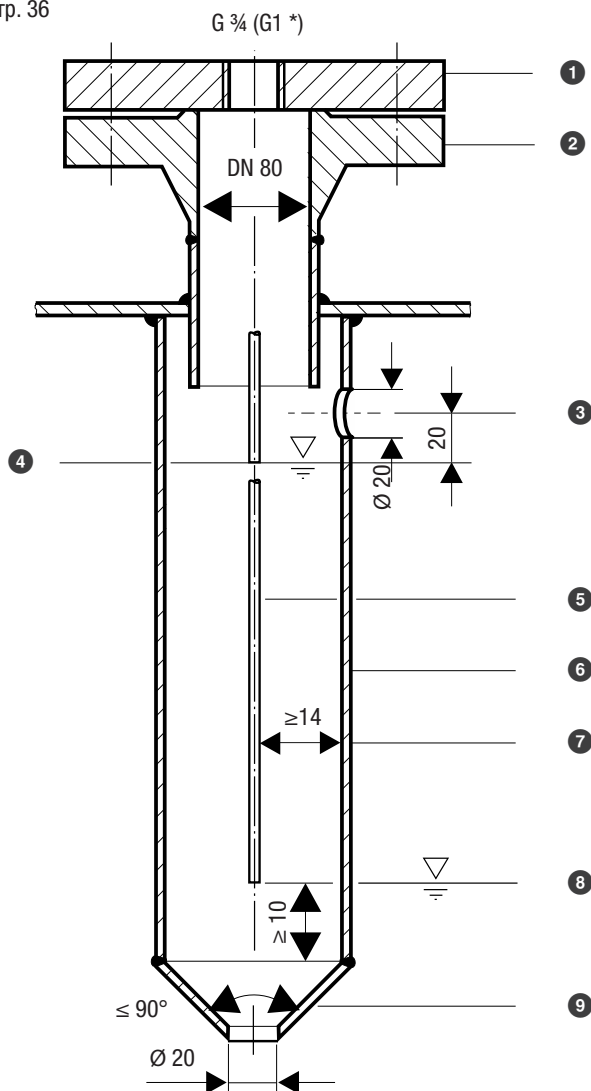

Рис. 17
- При монтаже электрода уровня соблюдайте минимальные расстояния, см. примеры монтажа на Рис. 17 - Рис. 19.
Пример монтажа с заданными размерами, см. Рис. 17, стр. 33
Обозначения к Рис. 17 - Рис. 19
- ❶ Рис. 17. фланец (PN 40, 63, 160, 320) DIN EN 1029-01
- ❷ Соединительный патрубок
- ❸ Компенсационное отверстие (разместить как можно ближе к стенке котла!)
- ❹ Высокий уровень воды (HW)
- ❺ Электродный стержень, $d = 8$ мм
- ❻ Рис. 17 (отдельный электрод). Защитная труба DN 80
- ❼ Межэлектродное расстояние ≥ 14 мм (воздушный зазор и участок тока поверхностной утечки)
- ❽ Низкий уровень воды (NW)
- ❾ Рис. 17 (отдельный электрод). Переходник DIN 2616-2